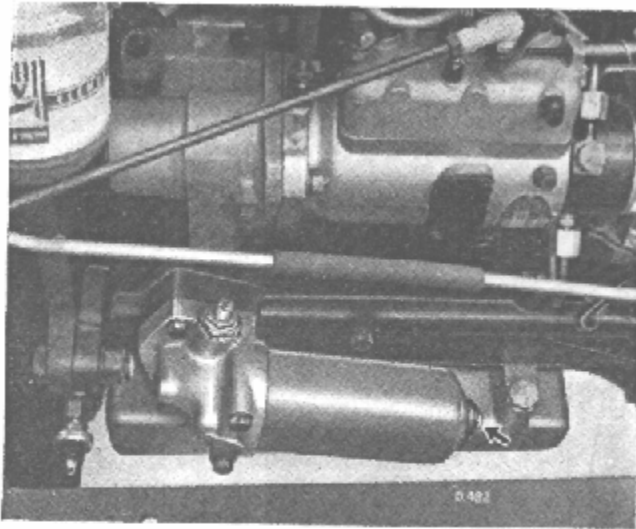

Abb. 7. Ölfilter (der Pfeil zeigt den mittleren Bolzen).
1. Motorölwanne entleeren, das Äußere des Filters säubern und den Behälter durch Abschrauben des mittleren Bolzens abnehmen (Abb. 7).